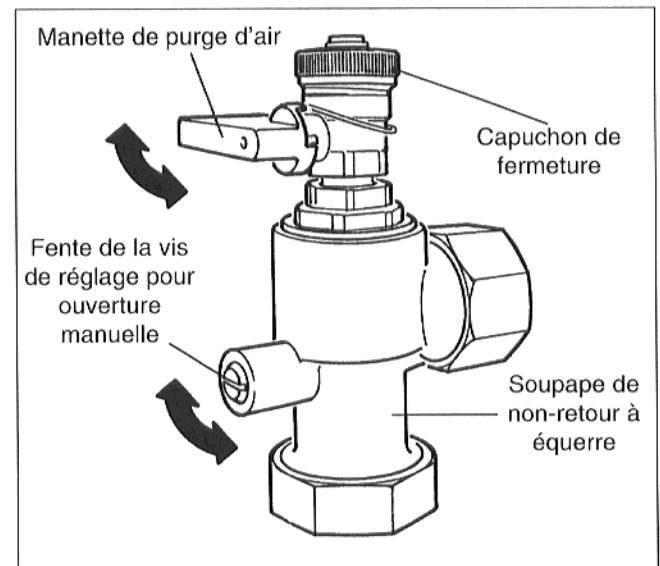

Fig. 10
- Mettre la fente de la vis de réglage de la soupape de non-retour en position verticale (ouverture manuelle) (fig. 10).
- Dévisser le capuchon de fermeture de la soupape de purge d'air et mettre la manette de la soupape de purge d'air en position verticale (ouvert) (fig. 10).